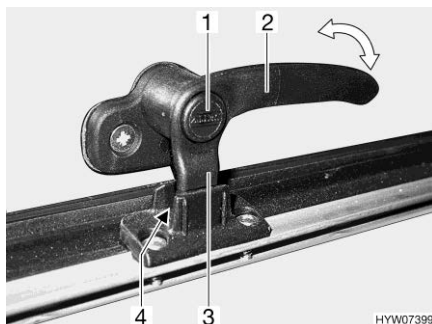
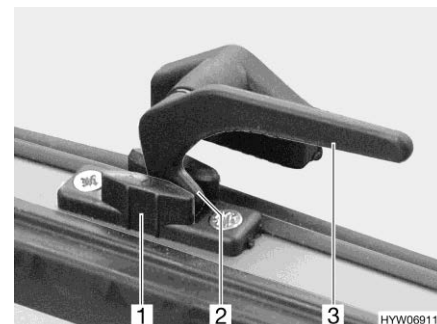

Bild 71 Låsarm med låsknapp i läget "kontinuerlig vädring"
Bild 72 Låsarm i läget "kontinuerlig vädring"
- I läget "kontinuerlig vädring" (Bild 71 och Bild 72)
- Tryck på låsknappen (Bild 71,1) om sådan finns och håll den nedtryckt.
- Vrid alla låsarmar (Bild 71,2 eller Bild 72,3) ett kvarts varv mot luckans mitt.
- Vrid tillbaka alla låsarmar. Därvid måste låsspaken (Bild 71,3 eller Bild 72,2) föras in i spåret på lucklåset (Bild 71,4 eller Bild 72,1).